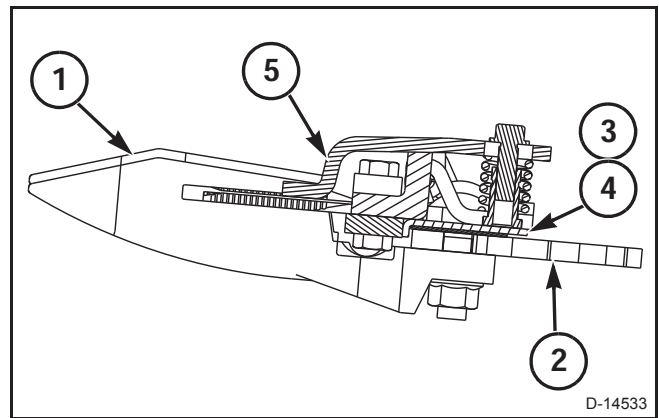

FIG. 46
FIG. 46: Para instalar las protecciones, fijelas (1) en la barra de corte (2). Instale los espaciadores (3), placas de desgaste (4) y guías (5), cuando sean utilizados. Instale el herraje utilizado para fijar las protecciones en la barra de corte.